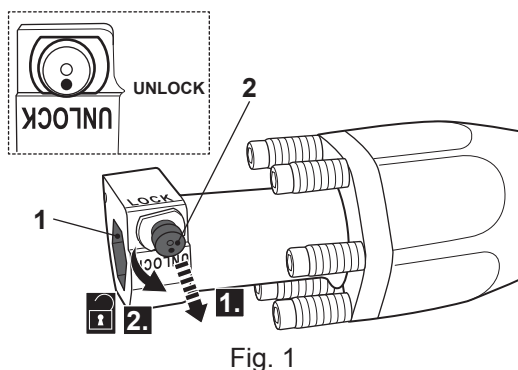

Fig. 1
> Certifique-se que a cavilha de bloqueio está na posição “DESBLOQUEADO”. Puxe a cavilha de bloqueio (2) para fora e rode-a 180° para desbloquear a entrada do mandril (1), se necessário (Fig. 1, passo 1).